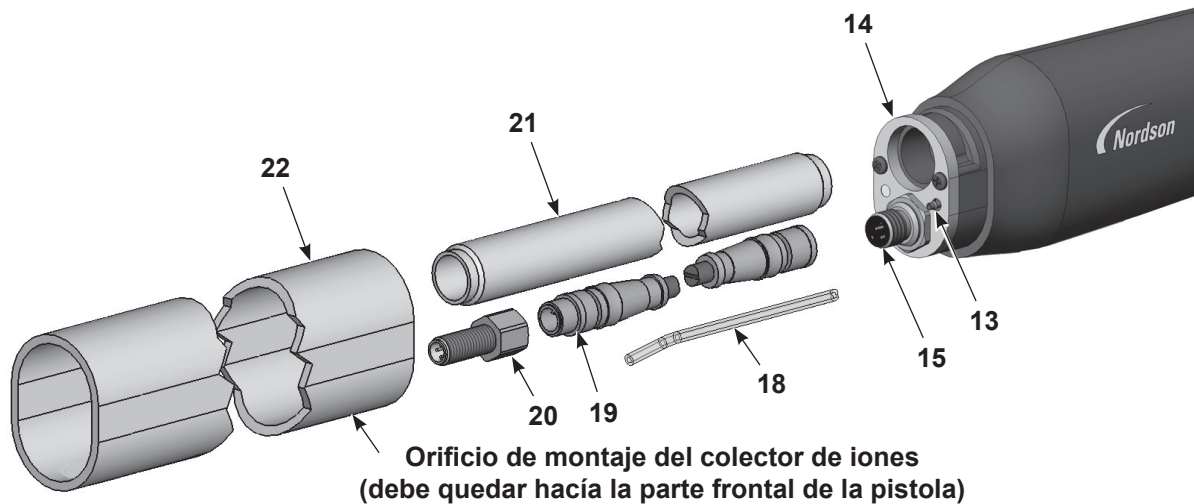
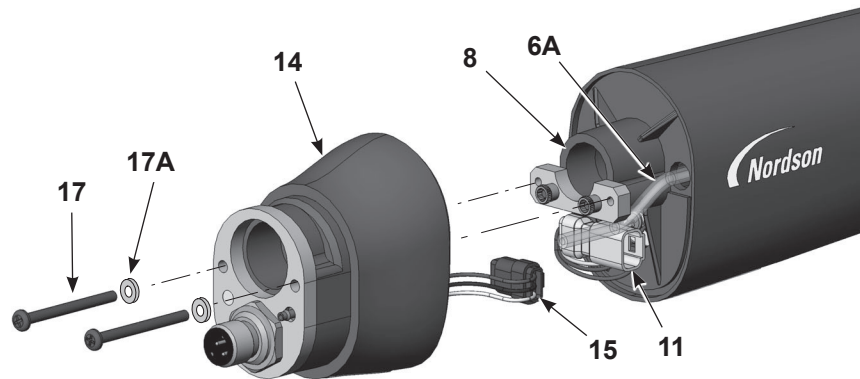
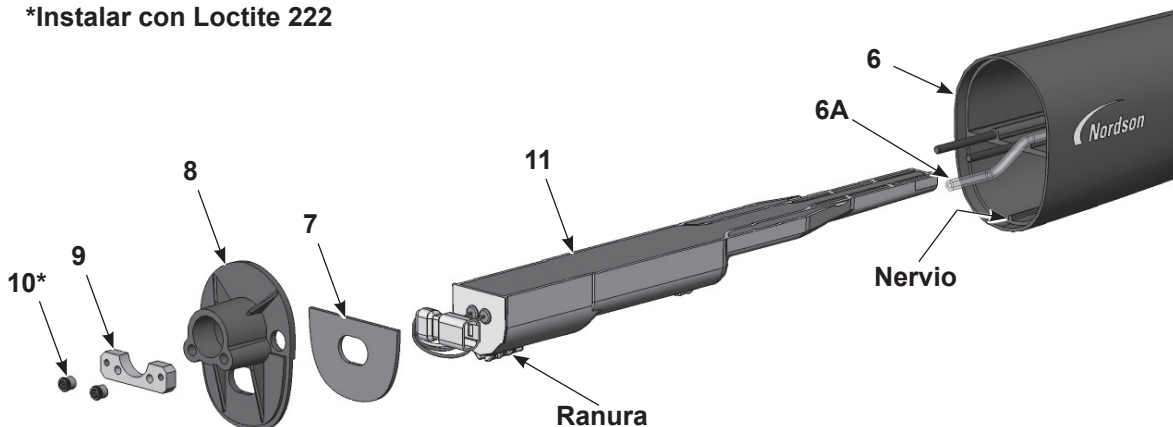

Figura 18 Desmontaje de una pistola de montaje en tubo 2 de 5
Figura 19 Desmontaje de una pistola de montaje en tubo 3 de 5
Figura 20 Desmontaje de una pistola de montaje en tubo 4 de 5
7. Ver la Figura 18. Extraer el tubo de montaje (22) del conjunto del cuerpo posterior (14) y por encima del tubo de apriete (21).
9. Desconectar el alargador (19) del cableado del receptáculo (15).
10. Desconectar el tubo de aire transparente de 4 mm (18) del racor dentado (13).
11. En caso de sustituir el alargador, extraer el receptáculo para cable (20). En caso contrario, dejarlo conectado.
12. Ver la Figura 19. Extraer los dos tornillos de cabeza hueca (17) y las arandelas de bloqueo (17A) del cuerpo posterior de la pistola (14).
13. Extraer con cuidado el cuerpo de la pistola posterior suficientemente lejos de la pared divisoria (8) para desconectar el cableado del suministro de tensión (11) del cableado del receptáculo (15), y el tubo del conjunto del filtro (6A) del racor dentado que está dentro del cuerpo posterior.
14. Ver la Figura 20. Con una llave macho hexagonal de 1/8 pulg., extraer las dos tuercas Allen (10) y la placa de tornillos (9) de la pared divisoria (8). Posteriormente extraer la pared divisoria del cuerpo de la pistola (6), introduciendo el cableado del suministro de tensión a través de la pared divisoria.
15. Deslizar el suministro de tensión (11) fuera del cuerpo de la pistola.
17. La junta obturadora (7) está pegada a la pared divisoria mediante un adhesivo sensible a la presión. Si la junta obturadora está dañada, sustituirla por una nueva.
1. Ver la Figura 20. Instalar el suministro de tensión (11) en el cuerpo de la pistola (6), asegurando que el nervio del cuerpo de la pistola se ajuste a la ranura en el suministro de tensión. Fijar el suministro de tensión en el cuerpo de la pistola.
2. Introducir el cableado del suministro de tensión a través de la pared divisoria (8), posteriormente instalar la pared divisoria y atornillar la placa de tornillos (9) encima de los pernos del cuerpo de la pistola. Aplicar el adhesivo de fijación para roscas Loctite 222 a todas las tuercas Allen (10) y enroscarlas a los pernos. Enroscar las tuercas a 0,45 N•m (64 pulg.-onzas) con una llave macho hexagonal de 1/8 pulgada.
3. Ver la Figura 19. Conectar el cableado del receptáculo (15) al cableado del suministro de tensión (11). Enrollar los conectores del cableado (11, 15) en el conjunto del cuerpo posterior en las posiciones mostradas.
4. Conectar el tubo del conjunto del filtro (6A) con el racor dentado de la parte interior del cuerpo posterior. Introducir cualquier tubo de aire transparente extra que haya en el cuerpo de la pistola, y posteriormente instalar el cuerpo posterior en la pared divisoria con los tornillos (17) y las arandelas de bloqueo (17A).
5. Ver la Figura 18. Enroscar el tubo de apriete (21) en el cuerpo posterior (14).
6. Conectar el alargador (19) al cableado del receptáculo en el conjunto del cuerpo posterior.
7. Conectar el tubo transparente de 4 mm (18) al racor dentado en el conjunto del cuerpo posterior.
8. Orientar el tubo de montaje (22) con el colector de iones mirando hacia la parte frontal de la pistola.